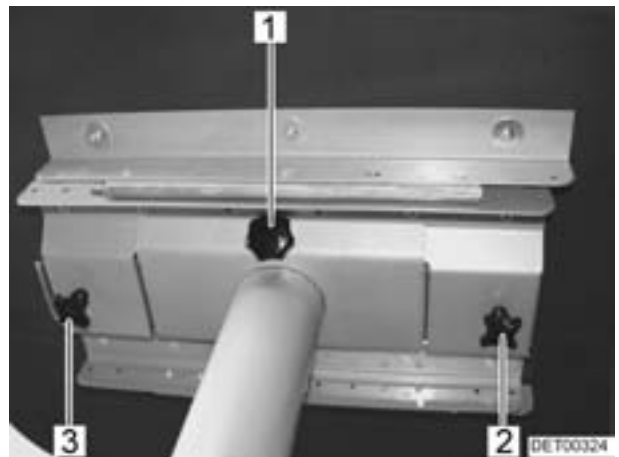

Bild 65 Starrer Tisch
- Befestigungsschrauben (Bild 65,2 und 3) lösen.
- Befestigungsschraube (Bild 65,1) ganz her-ausdrehen.